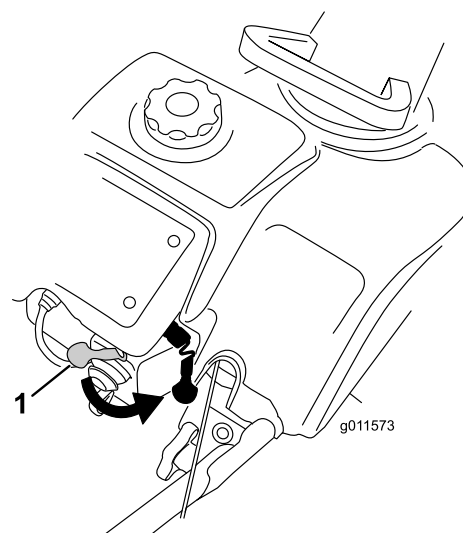
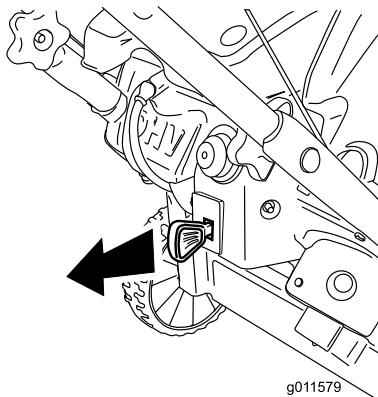

Bild 16
Bild 22
- Schieben Sie den Chokehebel ganz nach rechts (Bild 16).
Ziehen Sie zum Abstellen des Motors den Zündschlüssel nach außen, bis er in der Aus-Stellung einrastet (Bild 22) oder schieben Sie den Choke ganz nach rechts (Bild 16).